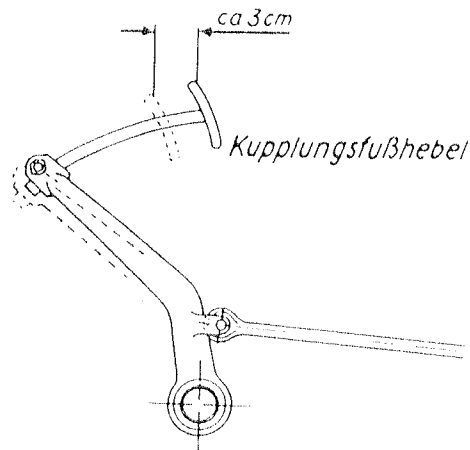

Abb. 47
21. Regelmäßig **Leerweg des Kupplungsfußhebels** von ca. 3 cm prüfen und, wenn notwendig, einstellen lassen (Abb. 47).